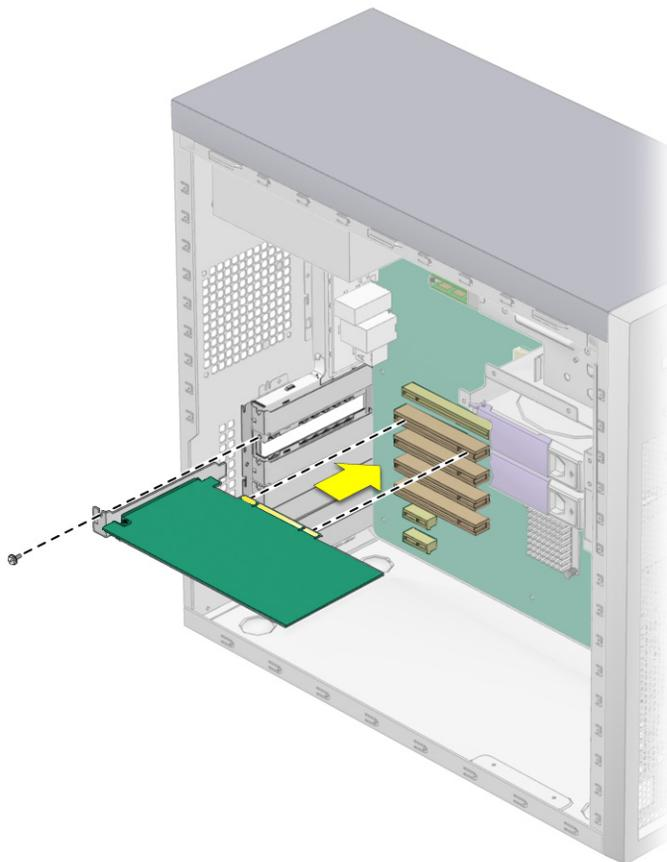

РИС. 4-19 Установка платы PCI
■ Для платы PCI (см. РИС. 4-19):